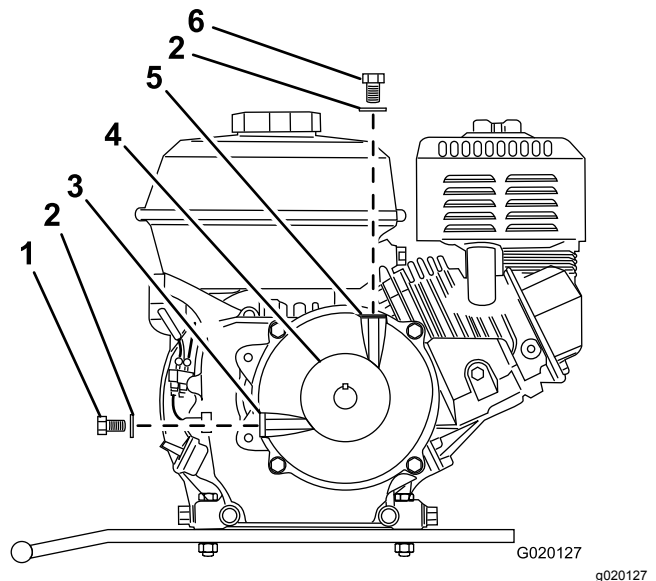

Figure 63
6. Retirez le boulon et la rondelle de l'orifice de remplissage au sommet du carter réducteur (Figure 63).
7. Retirez le boulon et la rondelle de contrôle de niveau d'huile de l'orifice de niveau d'huile sur le côté du carter réducteur (Figure 63).
12. Remettez le boulon et la rondelle de contrôle de niveau d'huile sur l'orifice de niveau d'huile du carter réducteur, et serrez le boulon (Figure 63).
13. Placez le boulon et la rondelle sur l'orifice de remplissage du carter réducteur, et serrez le boulon (Figure 63).